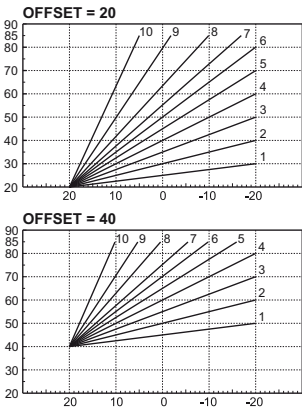

fig. 25- Ejemplo de desplazamiento paralelo de las curvas de compensación
**Offset:** Si se entra en este submenú, es posible realizar el desplazamiento paralelo de las curvas pulsando las teclas  y  — **ACS**. Véase la fig. 25 para las características.